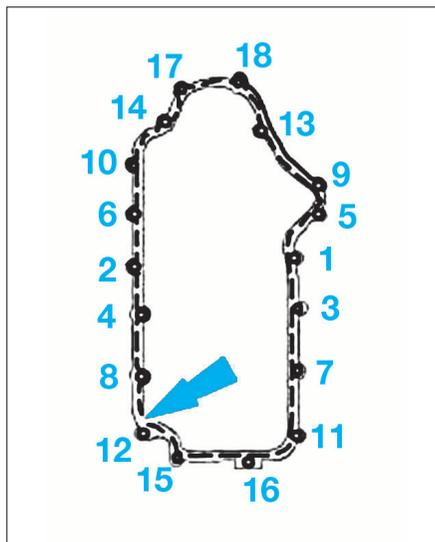

FIG. 51
- Enduire de pâte d'étanchéité le plan de joint du carter intermédiaire (cordon de 2,5 mm de diamètre) et poser le carter inférieur dans les 10 minutes, en respectant l'ordre de serrage prescrit (Fig.51).